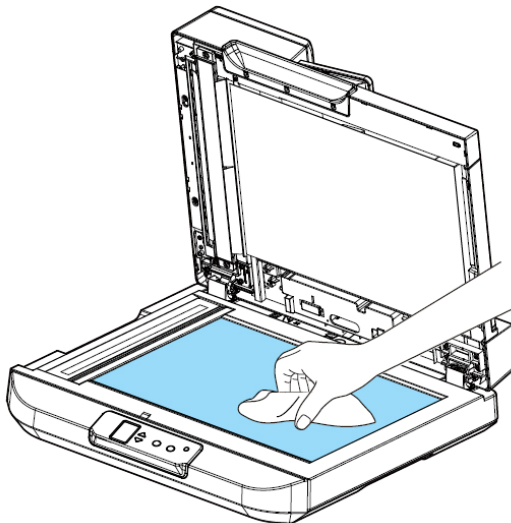

Figura 7-1 Area de limpeza
2. Abra a cobertura do documento como mostrado na Figura 7-1. Limpe o vidro para documento.